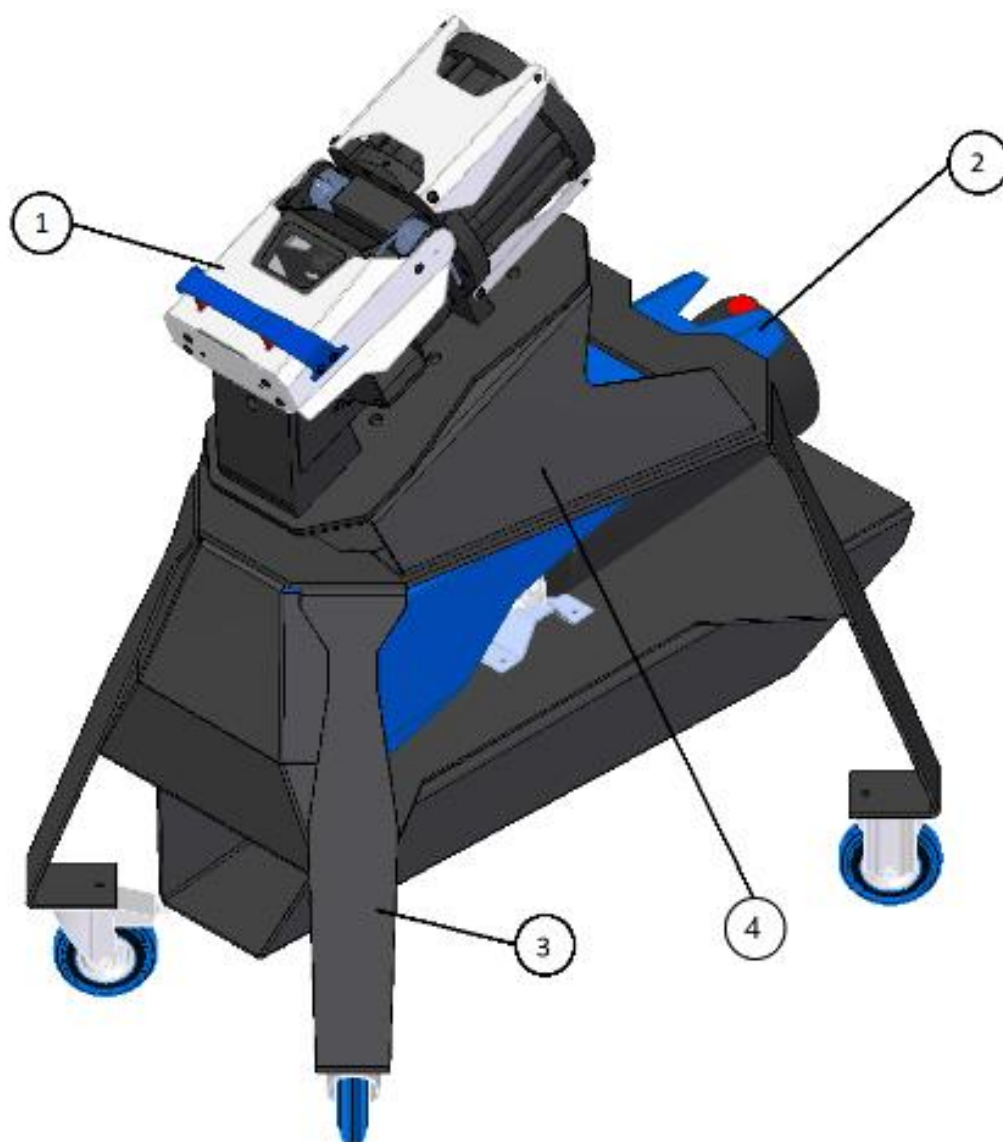

Bild 8: Mobile Kettenschere
In Bild 8 finden Sie die Darstellung der mobilen Kettenschere. Die Komponenten dieser sind äquivalent zu der stationären Version, welche lediglich das Fahrgestell (3) und den Unterbau (4) nicht beinhaltet. Der Unterbau (4) kann jedoch gesondert mitbestellt werden.